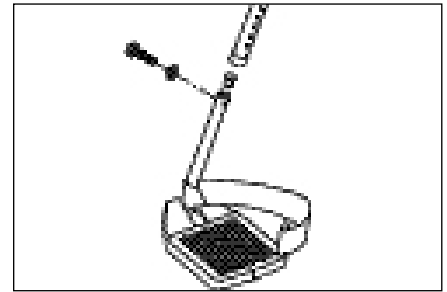

Abb. 5
D. VORDERE FUSSTÜTZEN JUSTIERUNG (Abb. 5)